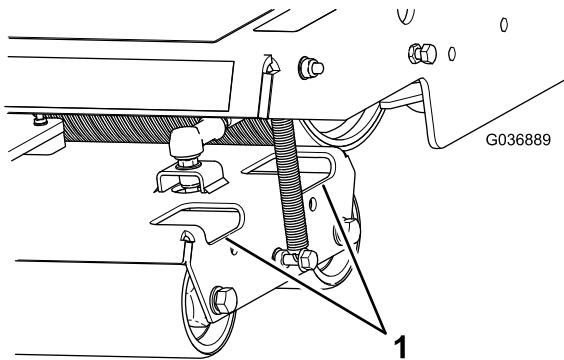

Bild 39
2. Reinigen Sie die Rollen bei Bedarf von Schmutz und Fremdkörpern, indem Sie Wasser durch die Löcher in den Rollenlagern sprühen (Bild 39).